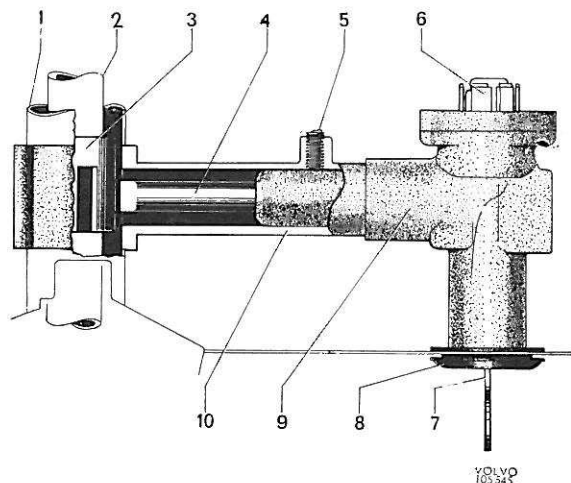

Figure 45. Antivol, 1800
- Enlever la vis de serrage (5, figure 45). Se servir d'une perceuse d'angle et d'un extracteur. Diamètre de vis : 8 mm.